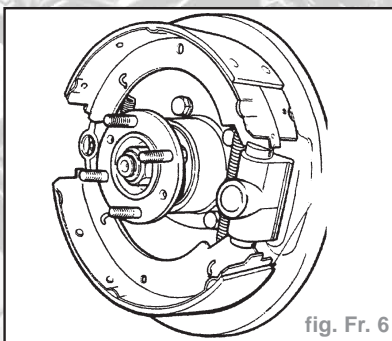

fig. Fr. 6
**Nota :** L'extrémité complètement garnie du segment inférieur doit être orientée vers l'extenseur et celle du segment supérieur vers l'ensemble de réglage (Fig. Fr. 6).